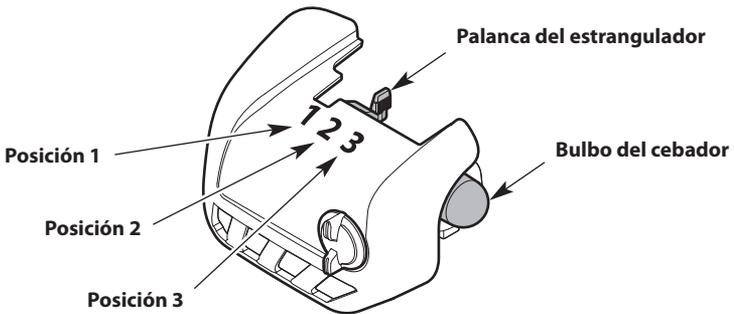

Fig. 11
1. Presione y luego suelte el bulbo del cebador lentamente **10 veces** (Fig. 11). Si no puede ver combustible en el bulbo del cebador, oprima y suelte el bulbo del cebador hasta que se vea combustible.
2. Coloque la palanca del estrangulador en la **Posición 1** (Fig. 11).
6. Coloque la palanca del estrangulador en la **Posición 2** (Fig. 11).
9. Coloque la palanca del estrangulador en la **Posición 3** (Fig. 11). Deje que el motor se caliente 60 segundos más. Se puede usar la unidad durante este período.
7. Coloque la palanca del estrangulador en la **Posición 2** (Fig. 11).
11. Coloque la palanca del estrangulador en la **Posición 3** (Fig. 11). Deje que el motor se caliente 60 segundos más. Se puede usar la unidad durante este período.